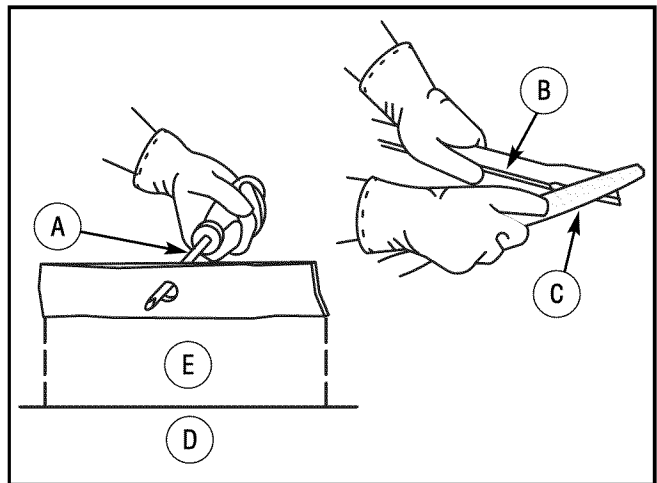

Figura 21: Afilando las cuchillas
- Afile la **cuchilla** con un **afilador** (Figura 21). Asegúrese de mantener el ángulo de biselado original.
- Asegúrese de que la **cuchilla** esté equilibrada. Utilice un **destornillador** y mantenga la cuchilla paralela al **suelo** (Figura 21). Una **cuchilla** que está balanceada permanecerá paralela al **suelo**. Si la **cuchilla** no está balanceada, el extremo pesado rotará contra el **suelo**. Afile el extremo pesado hasta que la **cuchilla** esté balanceada.